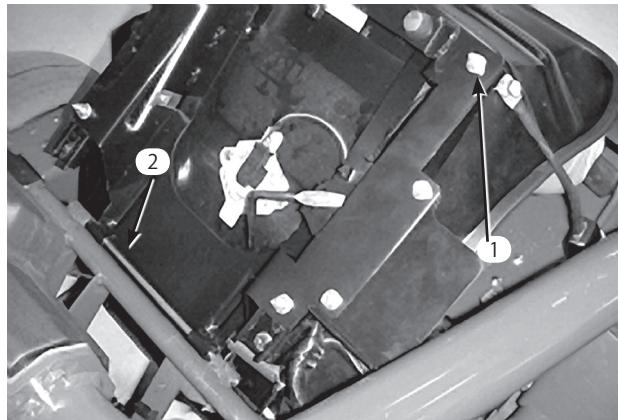

図4
1. 座席の右後ろにある調整ネジについているロックナット(図4)とブラケット(出荷用)を外して破棄する。下の写真ではブラケットは写っていない。
2. 座席は(出荷用の位置に)固定されているので、まず、ピボット・ロッドのコッター・ピンを抜いてピボット・ロッドを外す。このコッター・ピンは破棄する。(図4)。